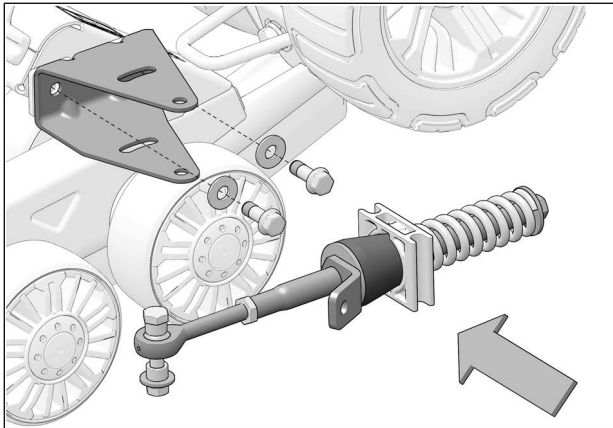

Fig. 14
- Réinstaller les boulons de fixation et les rondelles aux ancrages antirotation. Serrer les boulons à un couple de 50 Nm [37 lb•pi]. Remettre les bras stabilisateurs en position. Voir la Fig. 14